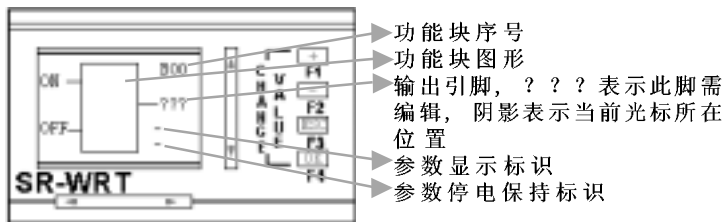
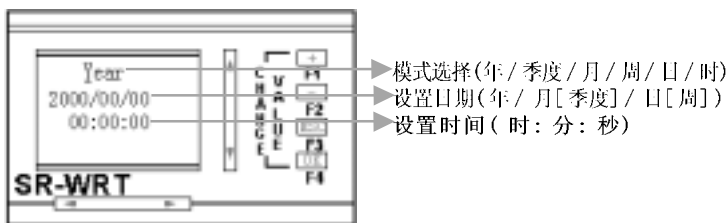

图 10.31 功能块编辑界面
图 10.32 时钟模块设置界面
1. 选择功能块：在图 10.7 界面下将“>”移动到 17 SCHD 按 OK 键，进入图 10.8 所示界面，将“>”移到 YES 前，按 OK 键进入图 10.31 所示的功能块编辑界面：
在图 10.31 所示界面中：B00 为此功能块的序号，是编程过程中自动生成，是不可编辑的，左边的 ON 表示在此位置可以修改 ON 日期，OFF 表示在此位置可以修改 OFF 日期。
3. 选择编辑点 ON：光标仍以“■”形式出现在 M00 下，我们需要编辑 ON 时间，所以按 OK 键，将光标由“■”形式变为“_”形式，按 LEFT 或 RIGHT 键，光标就移动到 OFF 下，按 UP 键或 DOWN 键，光标出现在 ON 下，注意此时光标以“_”出现在 ON 下，我们按 OK 键，出现图 10.32 所示的万能时钟时间编辑界面：
在图 10.32 中，“_”为光标，我们可以用 UP、DOWN、LEFT、
RIGHT 键选择其位置,用+、-键改变其所在点的资料或模式,我们将图 10.32 中的 Year(年模式)改为 Day(日模式),时间改为 6:30 即可,如此我们就完成了 ON 时间的设定,按 OK 键,返回图 10.31,但此时光标以“■”形式出现在 ON 的“0”上,此时我们可以用+、-键选择此点的输入,若选择了“-”,即表示次点不用。由于我们需要用,所以选择“ON”,再按 OK 键,将光标变为“_”,再选择编辑其它点。
6. 返回图 10.7 功能块选择界面:经过以上几步,我们完成了对 B00 功能块的编辑,按 ESC 键,若所有的点都正确编辑了,则返回图 10.7 所示功能块选择界面,否则将错误点以“???”形式出现在图 10.31 所示的功能块编辑界面,并将光标以“■”形式出现在第一个?上,以待编辑;此处的错误包括以下三点:
选择并编辑 B01:经过上述步骤,再选择 17 SCHED 功能块,经过图 10.8 确认界面进入图 10.31 功能块编辑界面,与图 10.31 略不同的是 B00 变为 B01,表示当前编辑的是第二个功能块。按照同编辑 B00 的方法将 B01 的输出编辑为 M01,ON 时间编辑为 17:30,OFF 时间编辑为 21:30 完成后按 ESC 键返回图 10.7 所示。
2. 为方便用户，我们设计了循环菜单，如在图 10.31 所示，目前光标在 WRT 第二行（由于第一行，前面的步序符为 Out1，现在我想编辑 Out8，若按 DOWN，需按八次，太麻烦，直接按 UP 键，一次就可以将 Out8 显示在 Out1 位置，进行编辑。